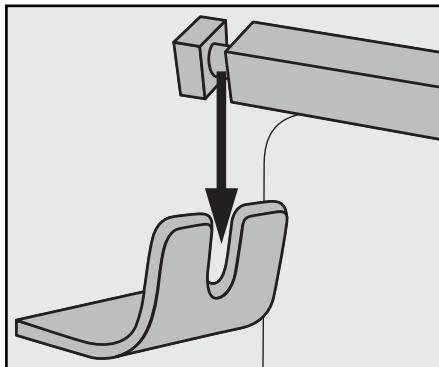

Fig. 2 : Poser le tournebroche **16** dans le logement du tournebroche **9**.
■ Posez ensuite l'autre extrémité du tournebroche **16** avec la rainure profonde dans le logement du tournebroche **9** (fig. 2) :